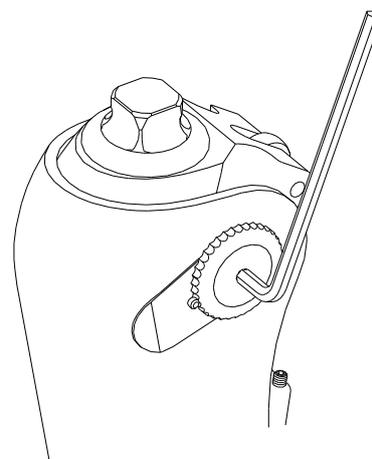

図8
3. 六角レンチ (4mm) を用いて歯付止めボルトを1山締め込み、ガタの有無を確認します。ガタが解消されない場合は、さらに締め込んでください。ただし、締め込みすぎると、屈曲伸展時の抵抗が大きくなりますので、注意してください。(図8参照)